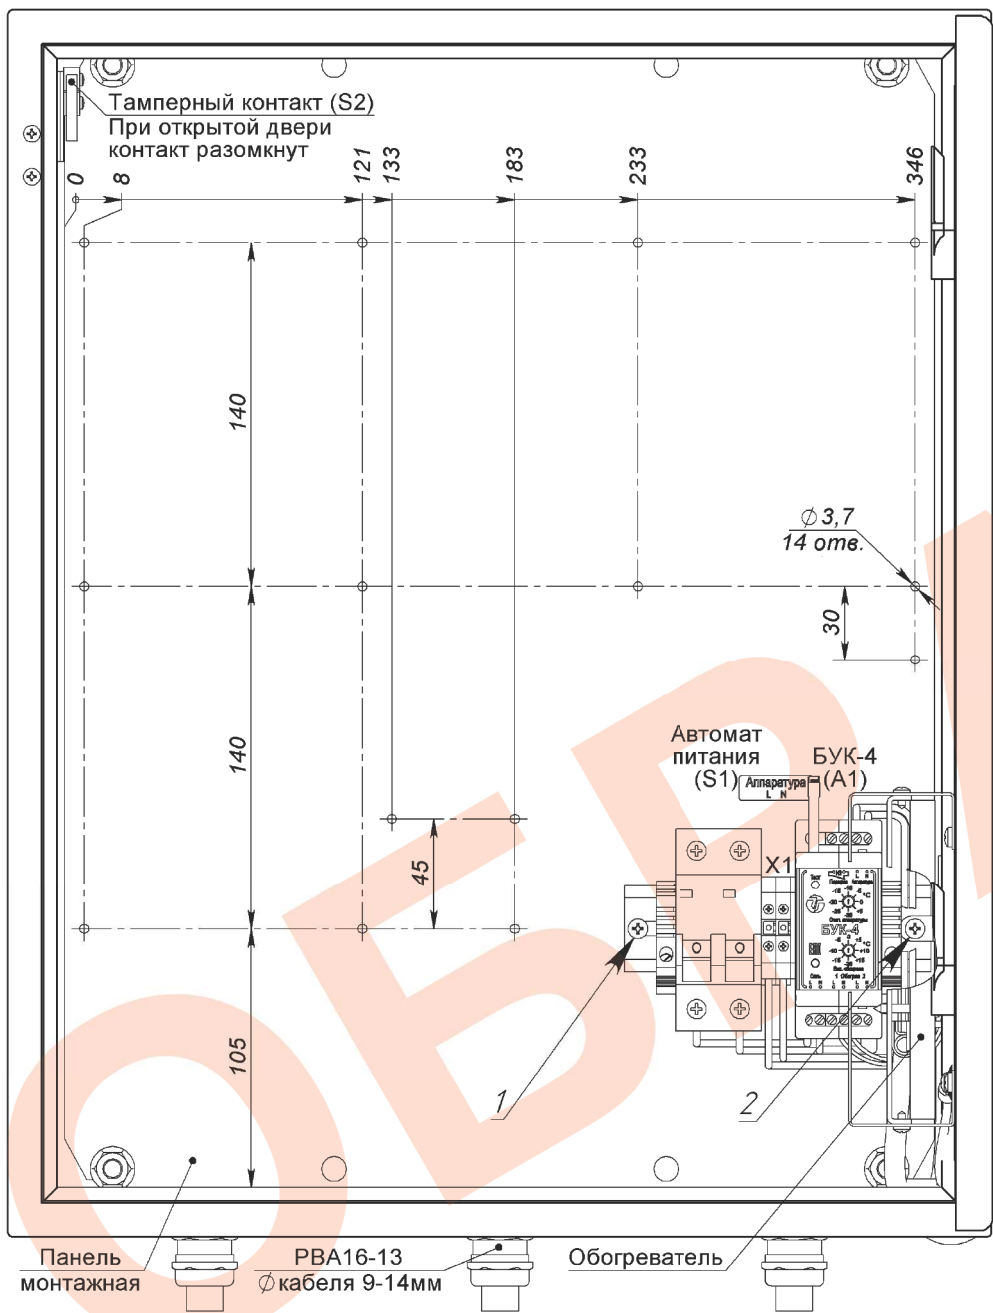

Рис.1. Устройство термощафа (дверь открыта на 90°)
Для установки в термощаф телевизионного (электронного) оборудования необходимо извлечь монтажную панель (рис.1), для чего необходимо:
2. Снять с монтажной панели DIN-рейку с установленными на ней автоматом питания S1, клеммами X1 и блоком управления климатом БУК-4 (A1), выкрутив крепящие DIN-рейку саморезы 1 и 2 (рис.1).
2. Подключить телевизионное (электронное) оборудование к клеммам X1, при этом фазный провод (L) соединить с контактом 1.1, нулевой провод (N) с контактом 2.1.
3. Подключить тамперный контакт S2 (рис.1) к внешнему устройству сигнализации.
5. Подключить кабель питания к входу автомата питания S1, при этом фазный провод (L) соединить с контактом 1, нулевой провод (N) с контактом 3.